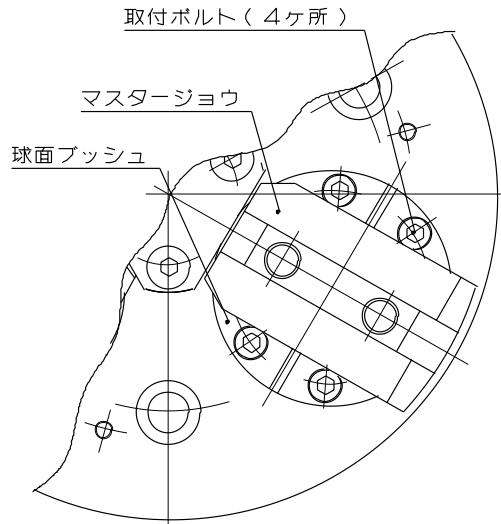

図 7
- ① 作業前に必ず機械の主電源を切ってください。
- ② ジョーと T ナットを取り外します。
- ③ チャック表面のロケータや治具等をすべて取り外します。
- ④ 球面ブッシュの取付ボルトを取り外します。(図 7 参照)